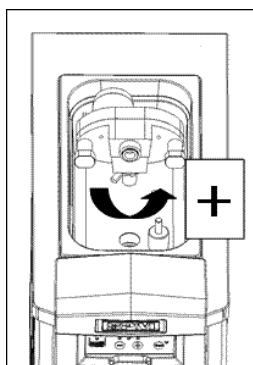

Fig. 33
- Posizionare la leva di regolazione dell'aria della pompa e ruotarla in senso orario per aumentare il volume del prodotto o in senso antiorario per diminuirlo (Fig. 33).